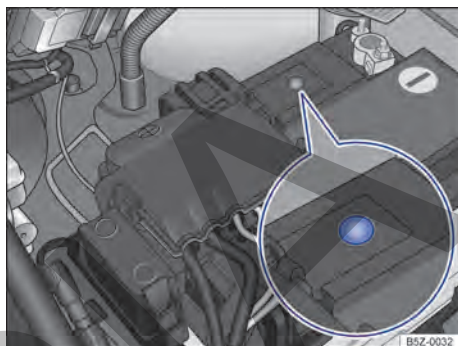

Fig. 172. En el compartimento del motor: ejemplo de posición del visor en el lado superior de la batería del vehículo.
- El visor redondo → fig. 172 en la parte superior de la batería del vehículo cambia de color dependiendo del nivel del electrolito.